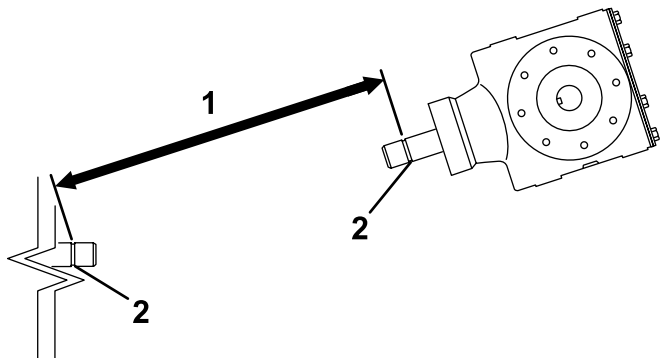

Рисунок 12
3. Измерьте расстояние от стопорной канавки на хвостовике ВОМ тягового блока до стопорной канавки на валу редуктора аэратора (Рисунок 12).